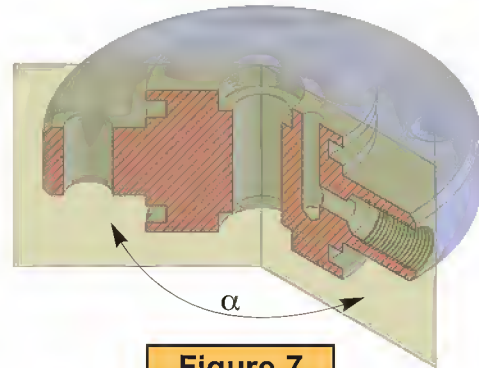

Figure 7
- Supposer la pièce coupée suivant les plans choisis : (figure 7)